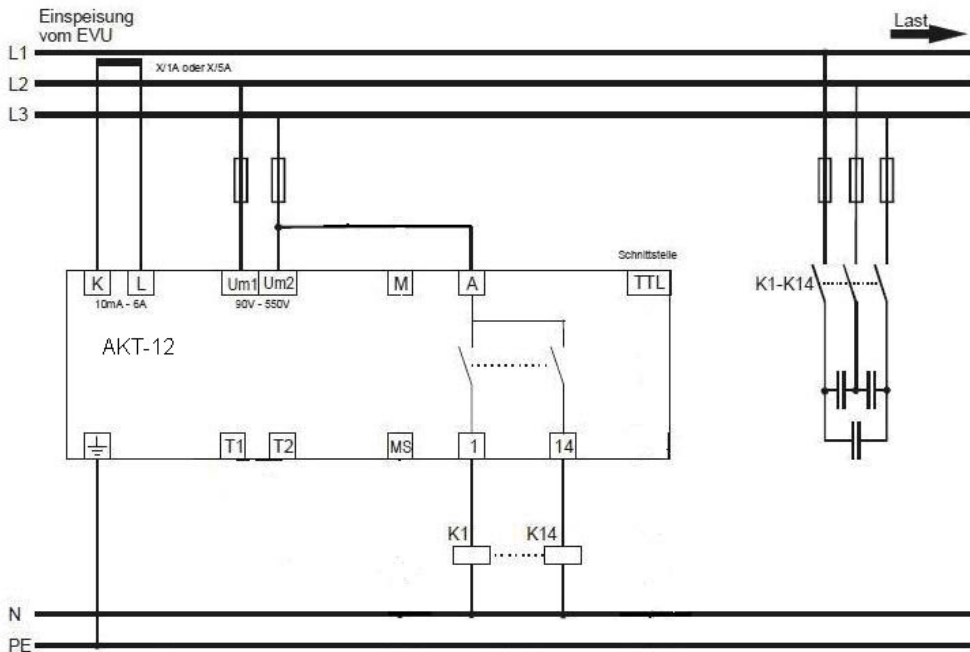

图1
- 4) 根据接线图（图 1）进行其他线路的连接；（具体接线方法，详见后附接线图）